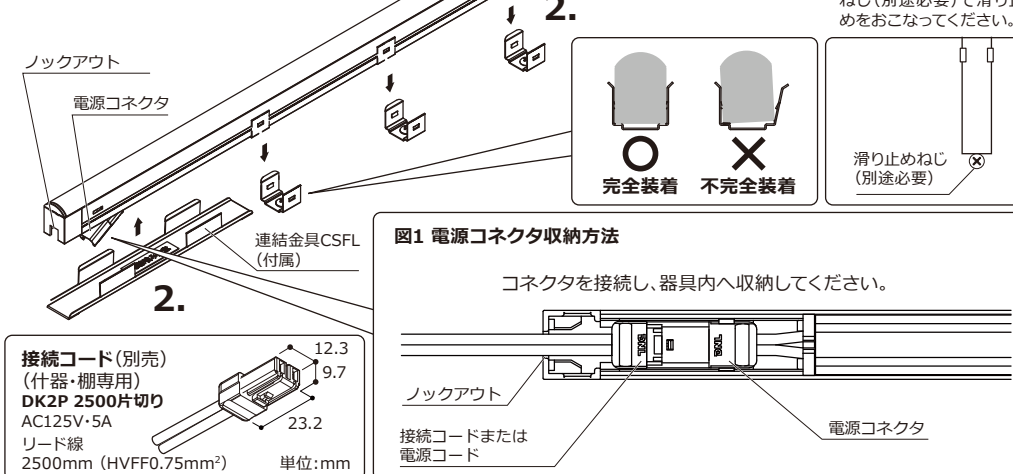

図1 電源コネクタ収納方法
- ・電源コネクタを接続コードDK2P片切り（別売）または電源コードDD2P（別売）のコネクタに接続し、器具内へ収納してください（図1）。